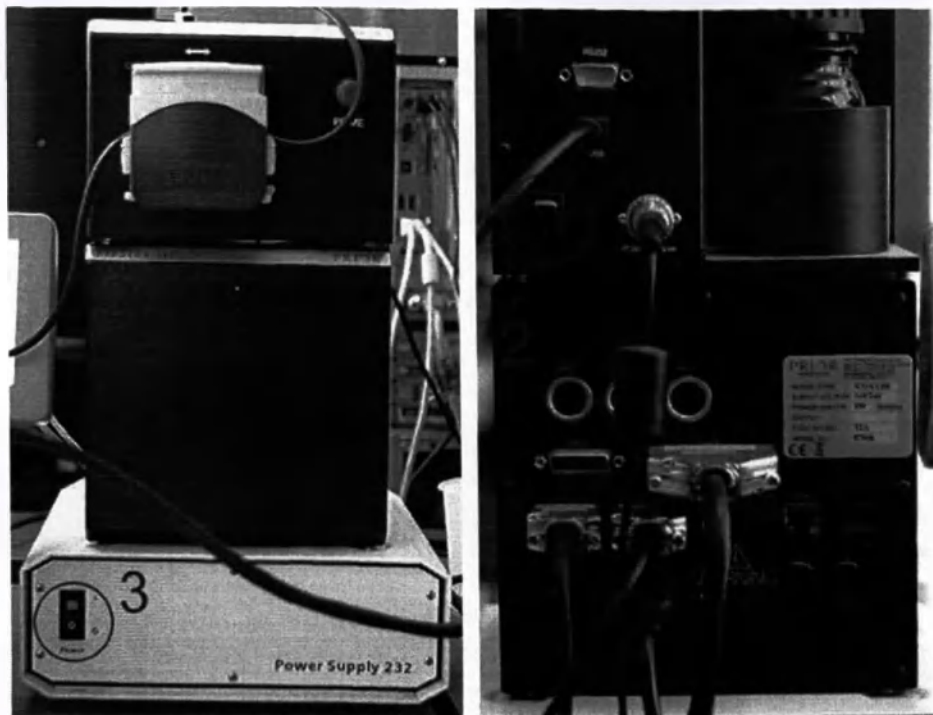

Рисунок 206 - Порядок отключения питания: 1 - автоматический податчик масла PL220, 2 - 3-осевой контроллер ProScan III, 3 - блок питания для Axio Imager.Z2.
4. Отключите загрузчик слайдов PL200 (поз. 1, Рисунок 206).
5. Отключите 3-осевой контроллер ProScan III (поз. 2, Рисунок 206).
6. Отключите блок питания для Axio Imager.Z2 (поз. 3, Рисунок 206).